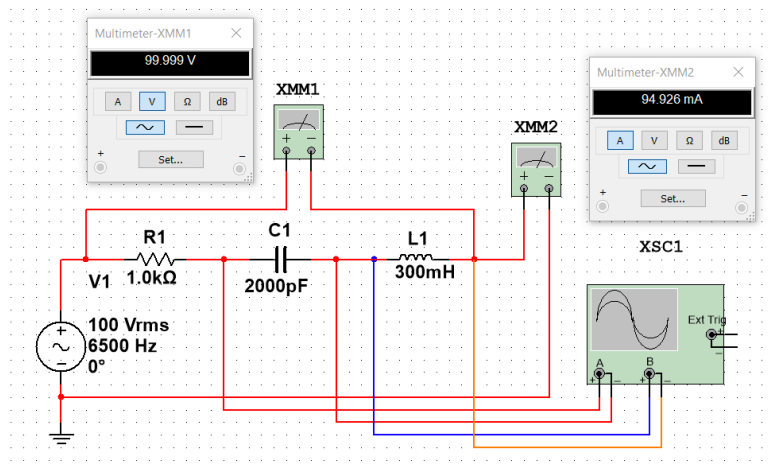
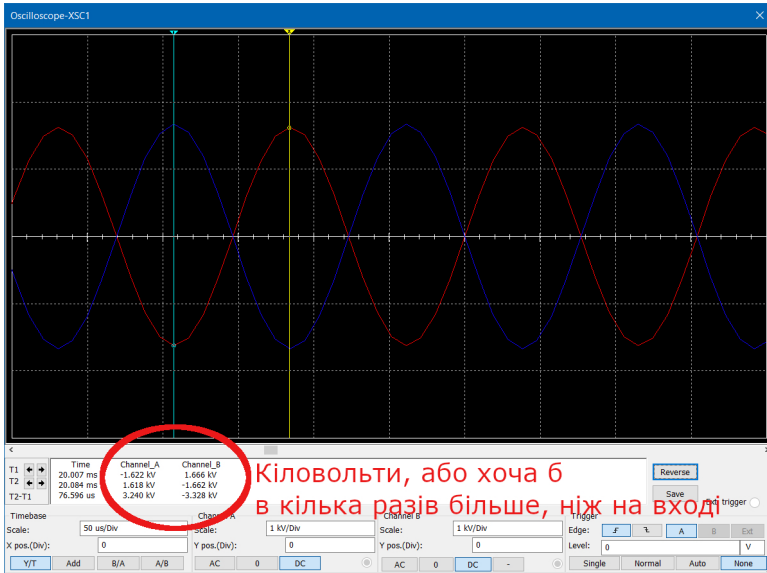

Рис. 5.12
Рис. 5.13
14. Замінити в схемі початкове значення частоти 1000 Гц на розраховане. Додати в схему осцилограф (як на рис. 5.12) і показати, що в ній відбувається резонанс напруг (рис. 5.13).